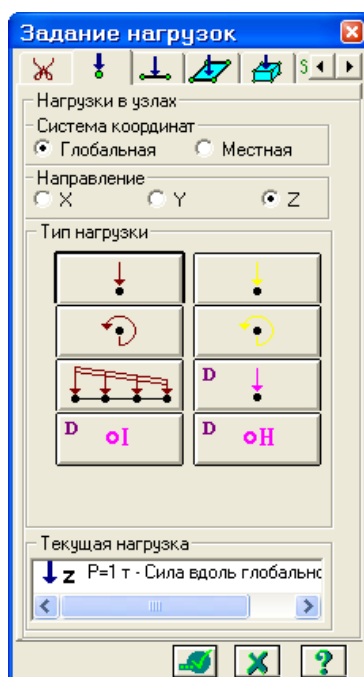

Рис.10.18. Диалоговое окно **Задание нагрузок**
- Из меню **Нагрузки** ⇒ **Нагрузка на узлы и элементы** (кнопка  на панели инструментов) вызовите диалоговое окно **Задание нагрузок** (рис.10.18).